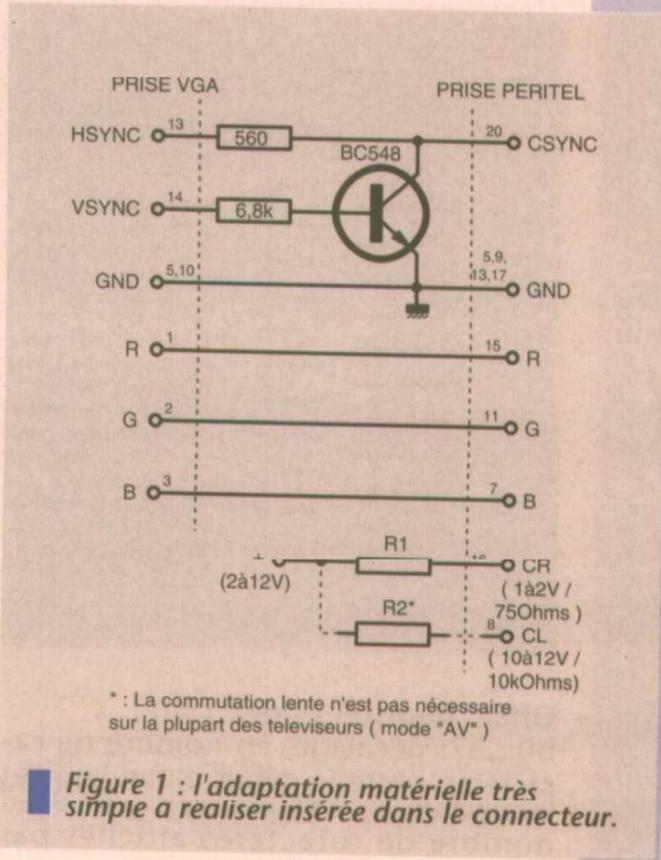

Figure 1 : l'adaptation matérielle très simple à réaliser insérée dans le connecteur.
- de déterminer la polarité des synchro indépendamment du mode video considéré pour pouvoir reconstituer très simplement une synchro composite (voir figure 1).
- programmation des polarités Hsync (négative) et Vsync (positive) de manière à reconstituer facilement une synchro composite au moyen d'un seul transistor externe (figure 1).